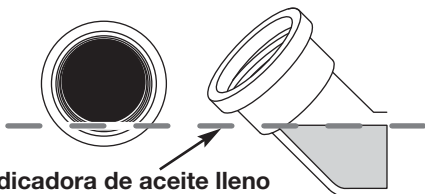

Fig. 12
3. Revise el orificio de llenado de aceite (Fig. 10). Si el nivel de aceite llega hasta la primera rosca, entonces no añada más aceite (Fig. 12). Si no es así, continúe llenando con aceite hasta que llegue a la marca.